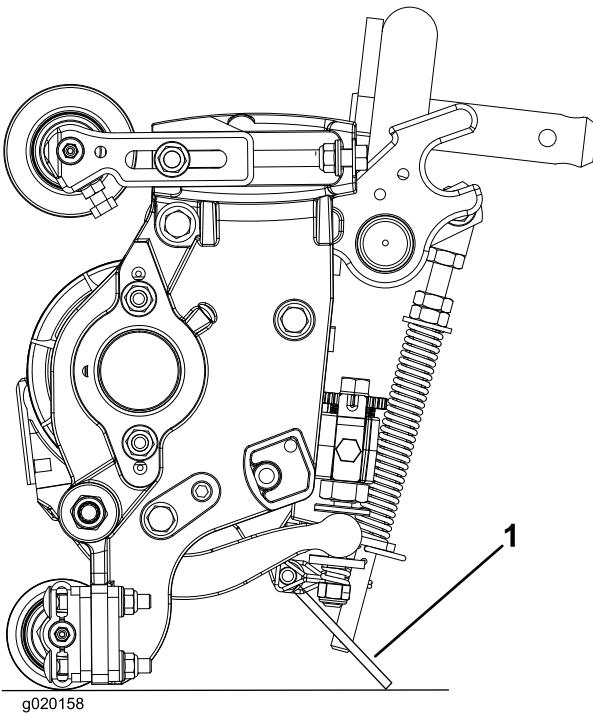

Figure 17
**Important:** Vérifiez que les écrous au bout des vis de réglage de la barre d'appui ne reposent pas sur la surface de travail (Figure 17).